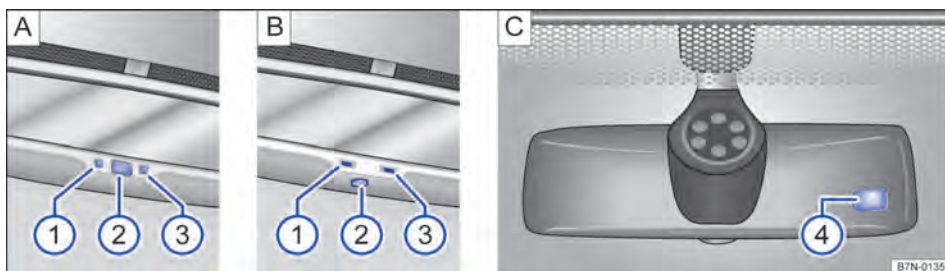

Fig. 89 No para-brisa: espelho retrovisor interno com antiofuscante automático.
Legenda para Fig. 89:
- Um sensor apontando para o interior do veículo, que mede a incidência de luz desde *atrás* ③ A ou B.
- Um sensor no lado que indica para o para-brisa, que mede a incidência de luz pela *frente* ⇒ Fig. 89 C ④.